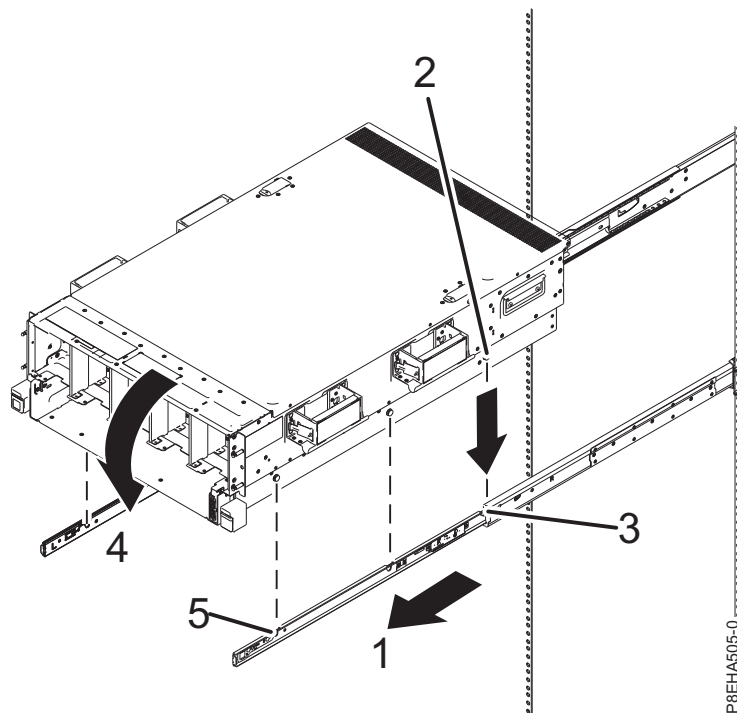

Figura 11. Instalando o chassi no hardware de montagem
1. Amplie o hardware de montagem (1), conforme mostrado em Figura 11 na página 12.
4. Incline a frente do sistema para cima, para que os pinos do chassi traseiro (2) sejam inseridos nos furos traseiros do hardware de montagem (3), conforme mostrado na Figura 11.
5. Incline a frente do sistema para baixo, para que os pinos do chassi sejam inseridos nos furos frontais (4 e 5) e do meio no hardware de montagem, conforme mostrado na Figura 11.